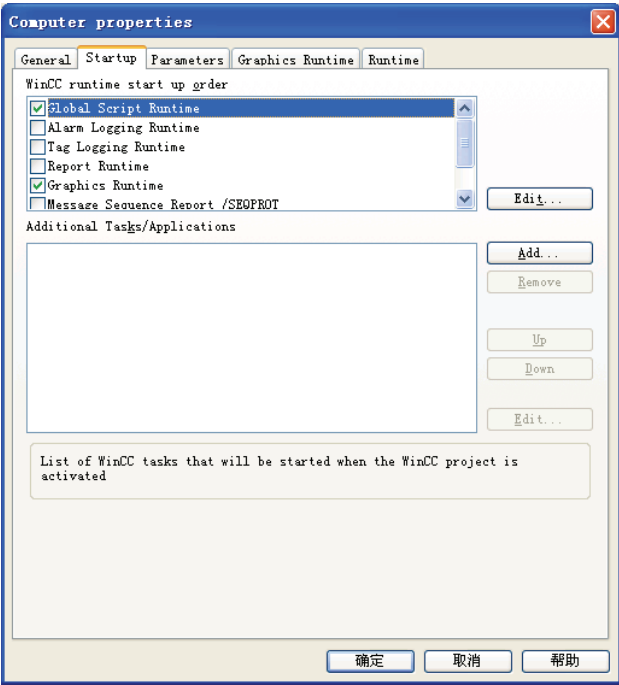

图 10-5 计算机属性启动列表
- ① 在 WinCC 项目管理器的计算机快捷菜单中选择“Properties（属性）”，弹出“计算机属性”对话框。
- ② 单击“Startup（启动）”标签。
- ③ 选择“Global Script Runtime（全局脚本运行系统）”选项，如图 10-5 所示。